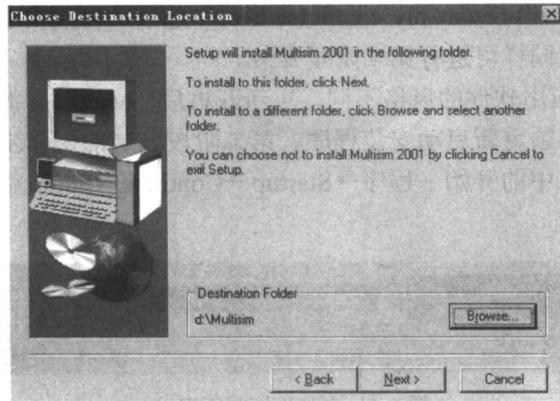

图 1-8 Choose Destination Location 对话框
(3) 在 Enter Information 对话框中，要求输入功能码(Feature Code)。并非所有版本的 Multisim 都有功能码，如教育版就没有。用户可忽略此项，直接点击 Next 跳过，忽略功能码输入后，系统的使用会受到一些限制。
(4) 在 Choose Destination Location 对话框(如图 1-8 所示)中，选择安装的路径。默认路径为 C:\ Multisim，点击 Browse 按钮可进行改动(如 D:\ Multisim)，改动完成后再点击 Next 按钮继续执行。